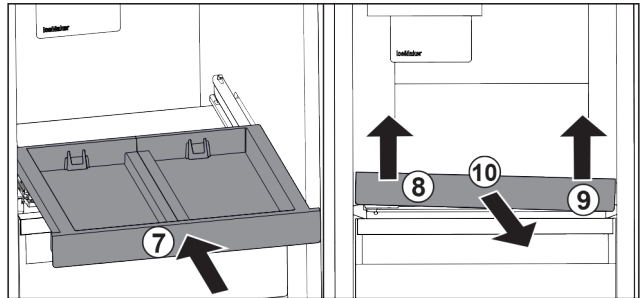

Fig. 102
- ▶ Вставьте выдвижную панель. Fig. 102 (7)
- ▶ Приподнимите выдвижную панель спереди слева. Fig. 102 (8)
- ▶ Приподнимите выдвижную панель спереди справа. Fig. 102 (9)
- ▶ Извлеките выдвижную панель движением вперед. Fig. 102 (10)